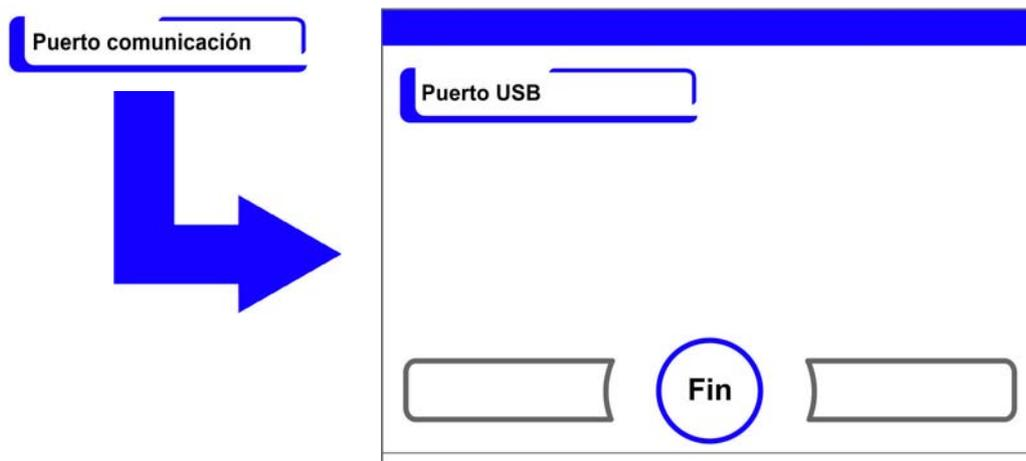

Figura 6-26. Menú de selección de la interfaz USB
- Se muestra el cuadro de selección de Figura 6-26.
3. Seleccionar la opción **Puerto USB** (Figura 6-26).